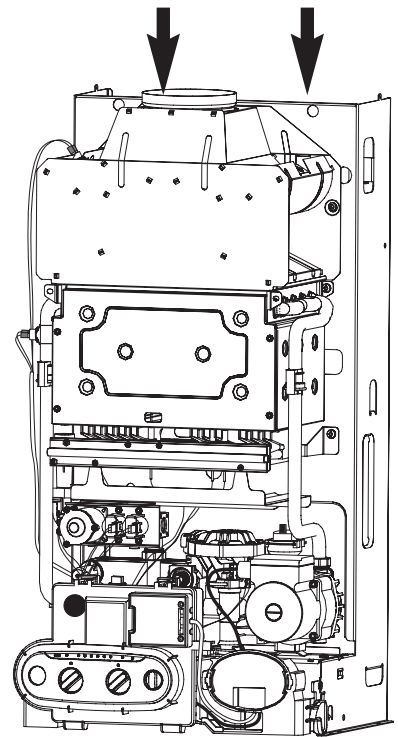

Fig. 10
- presentar la caldera en el soporte y dejarla enganchada (fig. 10)